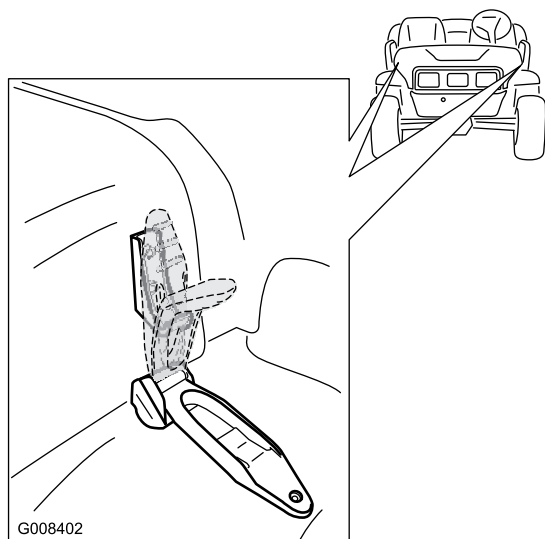

Figura 27
1. Eleve a pega dos trincos de borracha de cada lado do capot (Figura 27).
2. Segure no capot alinhando os trincos de borracha com as âncoras do trinco em cada lado do capot (Figura 27).